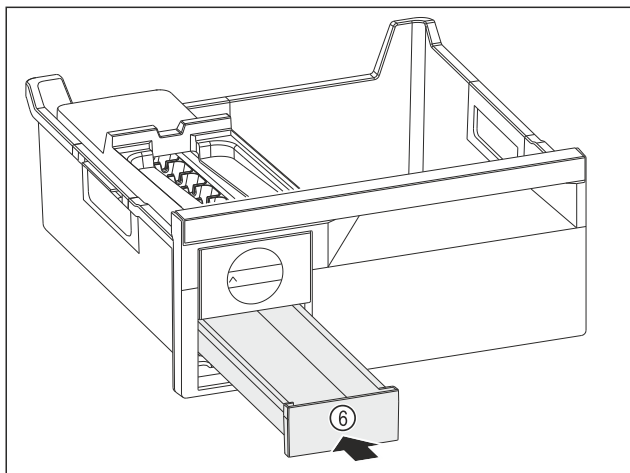

Fig. 109
- Zasuňte zásuvku na kocky ľadu Fig. 109 (6).